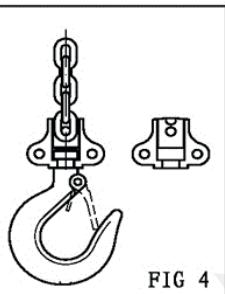

FIG 4
2. Verwijder de haakvergrendeling (fig. 4). Druk op de knop "UP" en neem de ketting uit de takel.